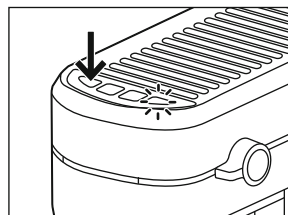

Abb. 2
3. Warten Sie nach dem Einschalten etwa 1 Minute, da das Wasser aufgeheizt werden muss. Während des Aufheizens blinken die Indikatoren ☕, ☕ und ☕ gleichzeitig. Ist der Aufheizvorgang beendet, leuchten alle Indikatoren dauerhaft (Abb. 2).